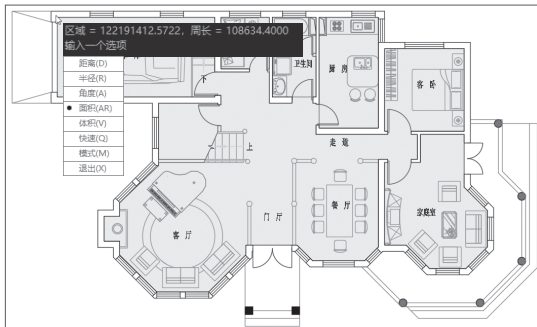

图 2-35
**步骤 04** 沿着墙体指定其他测量点。完成所有点的拾取后，按Enter键即可得出一层区域的面积信息，如图2-35所示。